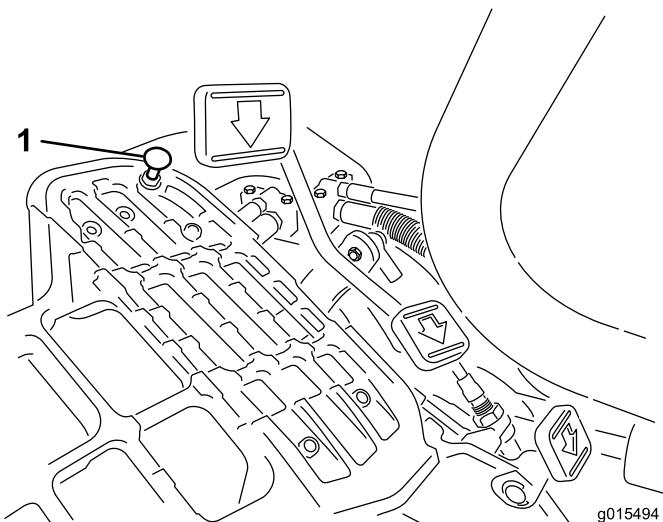

Figura 49
Pise el pedal de tracción. Si el pedal toca el tope (Figura 49) antes de que se note tensión en el cable, es necesario hacer un ajuste:
- Afloje las contratuerca con arandela prensada que fijan el tope del pedal a la chapa de suelo (Figura 49).